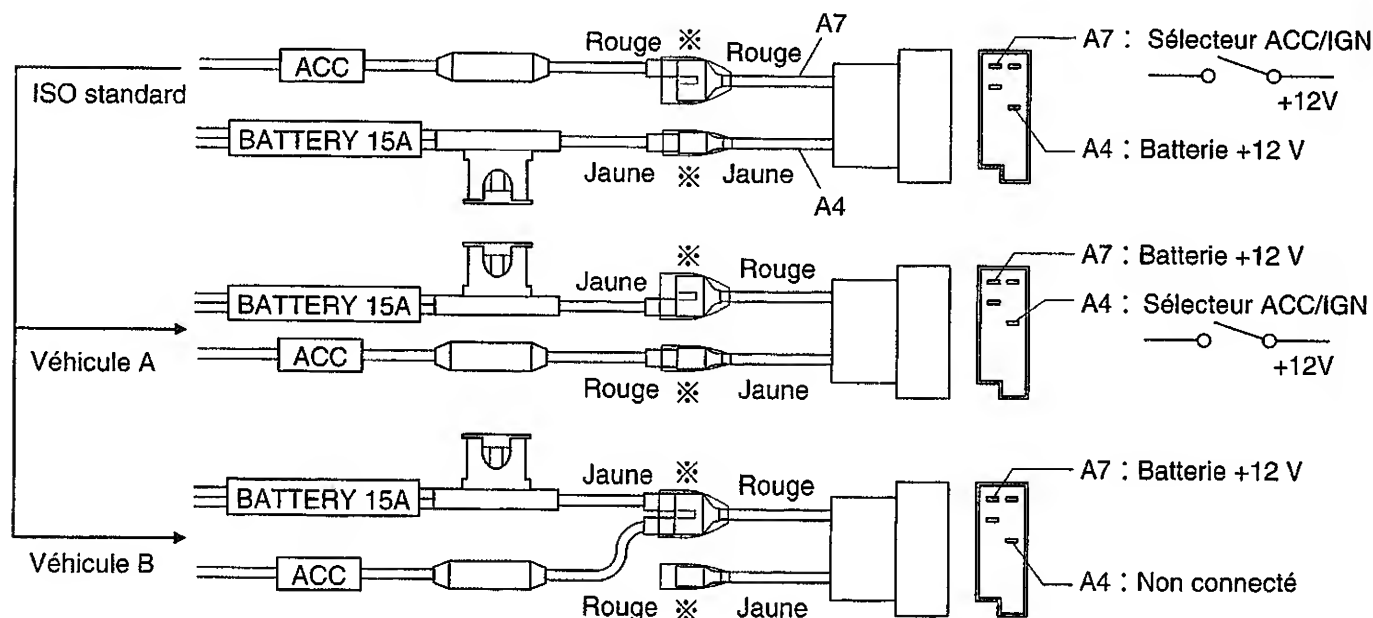

Fig.1
- Vérifier les données pour s'assurer que l'alignement de connecteur ISO du côté véhicule est identique à celui standard ISO (Tableau 1, Fig. 1).
- En cas d'alignement pour le véhicule A ou B, changer les connexions des conducteurs rouges/jaunes au bloc connecteur de transfert (※) comme le montre la Fig. 1.